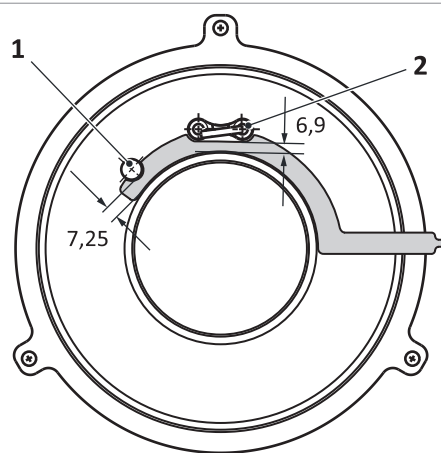

Abb. 39: Abstände Ionisations- und Zündelektrode zum Brennervlies
- Ionisationselektrode → Abb. 39 (1): 7,25 mm
- Zündelektrode → Abb. 39 (2): 6,9 mm